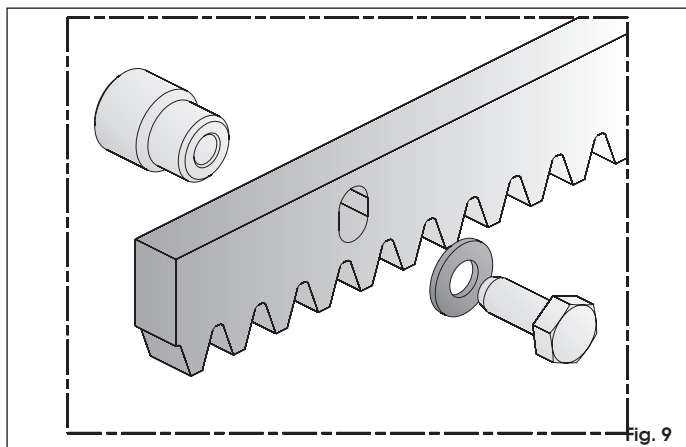

Fig. 9
1. Coloque la cremallera (que se suministra bajo pedido), con los tornillos CH 8 x 25 y los distanciadores para soldar suministrados en dotación, como se indica en la fig.9. Para evitar soldar en la cancela, están disponibles distanciadores pasantes galvanizados con tornillos de fijación CH 8 x 50.